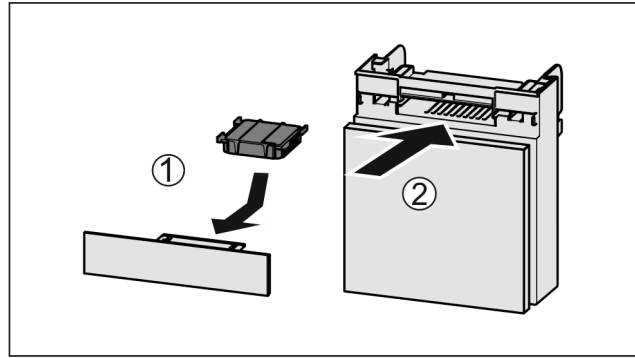

Fig. 27
- ▶ Aktif karbon filtresini şekildeki gibi yerleştirin Fig. 27 (1).
- ▶ Rafı içeri itin Fig. 27 (2).